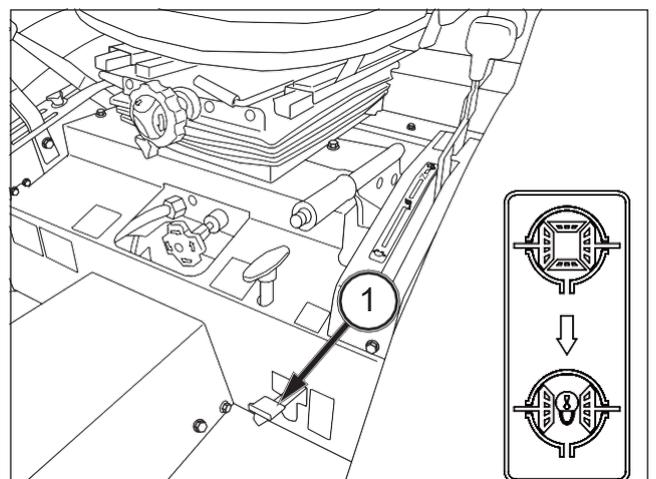

FIG. 52
FIG. 52: Cuando el pedal de bloqueo de diferencial (1) está accionado, los dos ejes traseros están bloqueados para asegurar una motricidad idéntica en las dos ruedas traseras. Es especialmente importante cuando se trabaja en suelo suelto o un terreno resbaladizo.